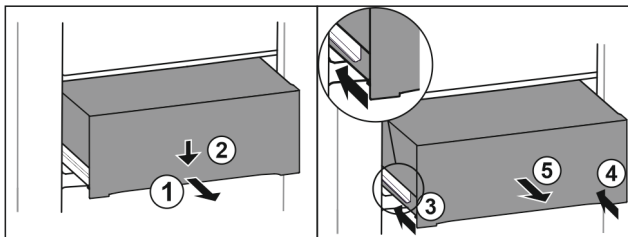

Fig. 172
- ▶ Zásuvku napůl vytáhněte. Fig. 172 (1)
- ▶ Stlačte zásuvku na přední straně dolů. Fig. 172 (2)
- ▶ Zasuňte levou kolejničku přibližně do 2 cm. Fig. 172 (3)
- ▶ Zasuňte pravou kolejničku přibližně do 2 cm. Fig. 172 (4)
- ▶ Vyjměte zásuvku dopředu. Fig. 172 (5)